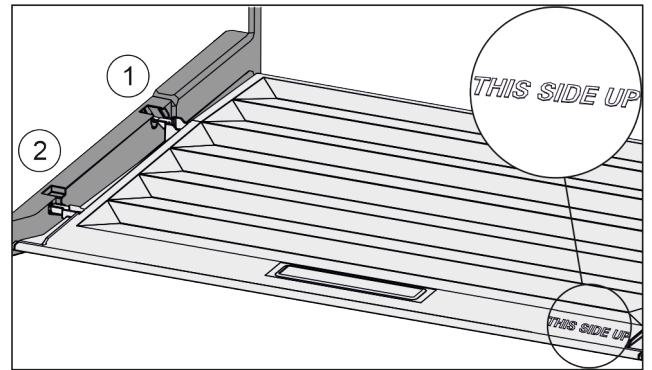

Fig. 36
- ▶ Sätt in lockbygeln över öppningen för den bakre hållaren Fig. 36 (1) och fäst den framtill i hållaren Fig. 36 (2).